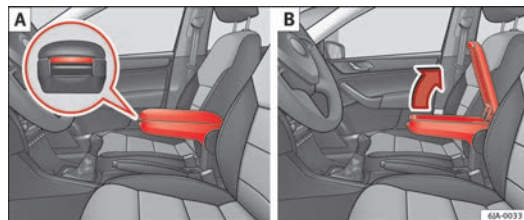

Fig. 70 Braccioli/Apertura e chiusura del vano portaoggetti
⇒ fig. 70 - [A].
- Alzare il coperchio del vano portaoggetti ⇒ fig. 70 - [B].